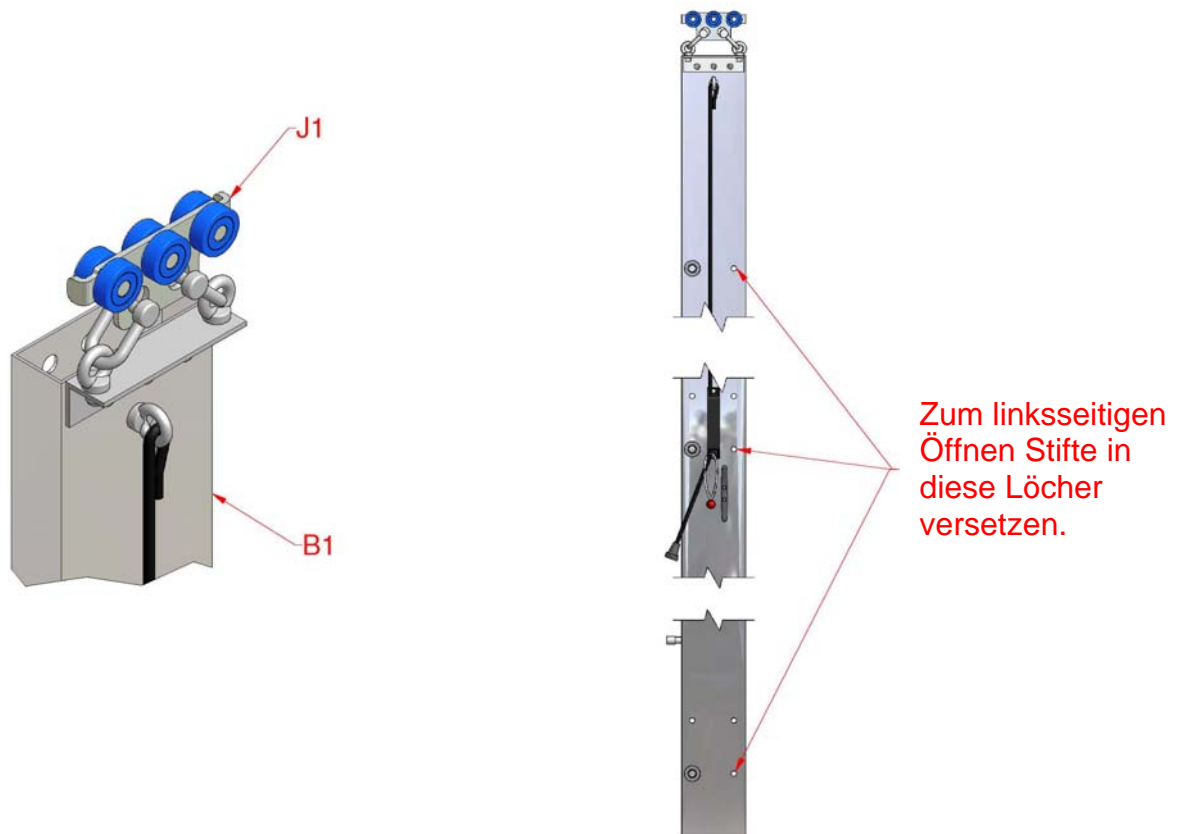

Abbildung 3a, Pfosten und Fahrwerk
2. Im Auslieferungszustand ist der Pfosten für ein nach rechts öffnendes System vorgesehen. Die Positionierstifte für die Schnapphaken sind auf der linken Seite des Pfostens vormontiert, so dass das Windverschluss-Aluminiumprofil auf der anderen Seite montiert werden kann. Wenn Ihr System nach links öffnen soll, müssen die Positionierstifte wie in Abbildung 3a gezeigt in die vorgebohrten Löcher auf der gegenüberliegenden Seite versetzt werden.